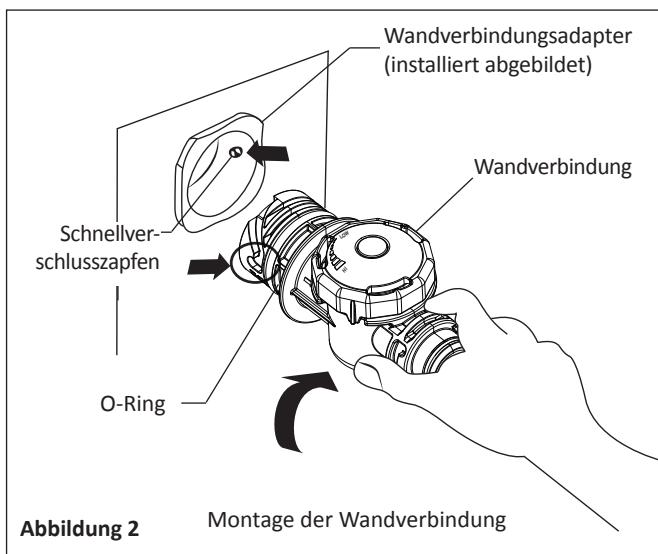

Abbildung 2
5. Schließen Sie den Wandverbindungsadapter an die dafür vorgesehene Rückleitung mit 1-1/2"-NPT-Gewinde an. Ziehen Sie von Hand fest an. Siehe Abbildung 2.
6. Richten Sie die Wandverbindung mit den Schnellverschlusszapfen im Inneren des Wandadapters aus. Drücken Sie die Wandverbindung bis zum Anschlag in den Wandadapter. Drehen Sie die Wandverbindung um eine Vierteldrehung im Uhrzeigersinn, um sie zu sperren. **Ziehen Sie sanft nach außen, um die Schnellverschlusszapfen zu betätigen.** Siehe Abbildung 2.